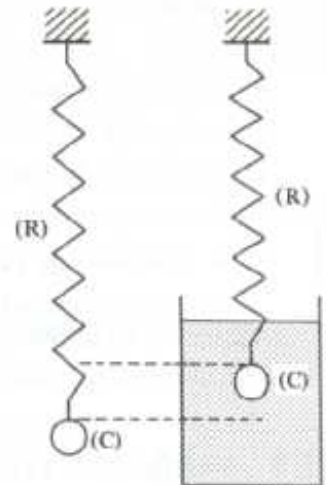

Fig. 11
Un corps (C) suspendu à un ressort est immergé dans un liquide (fig. 11). Nous constatons que le ressort se raccourcit, mais reste vertical. Le raccourcissement du ressort est indépendant de la profondeur d'immersion.